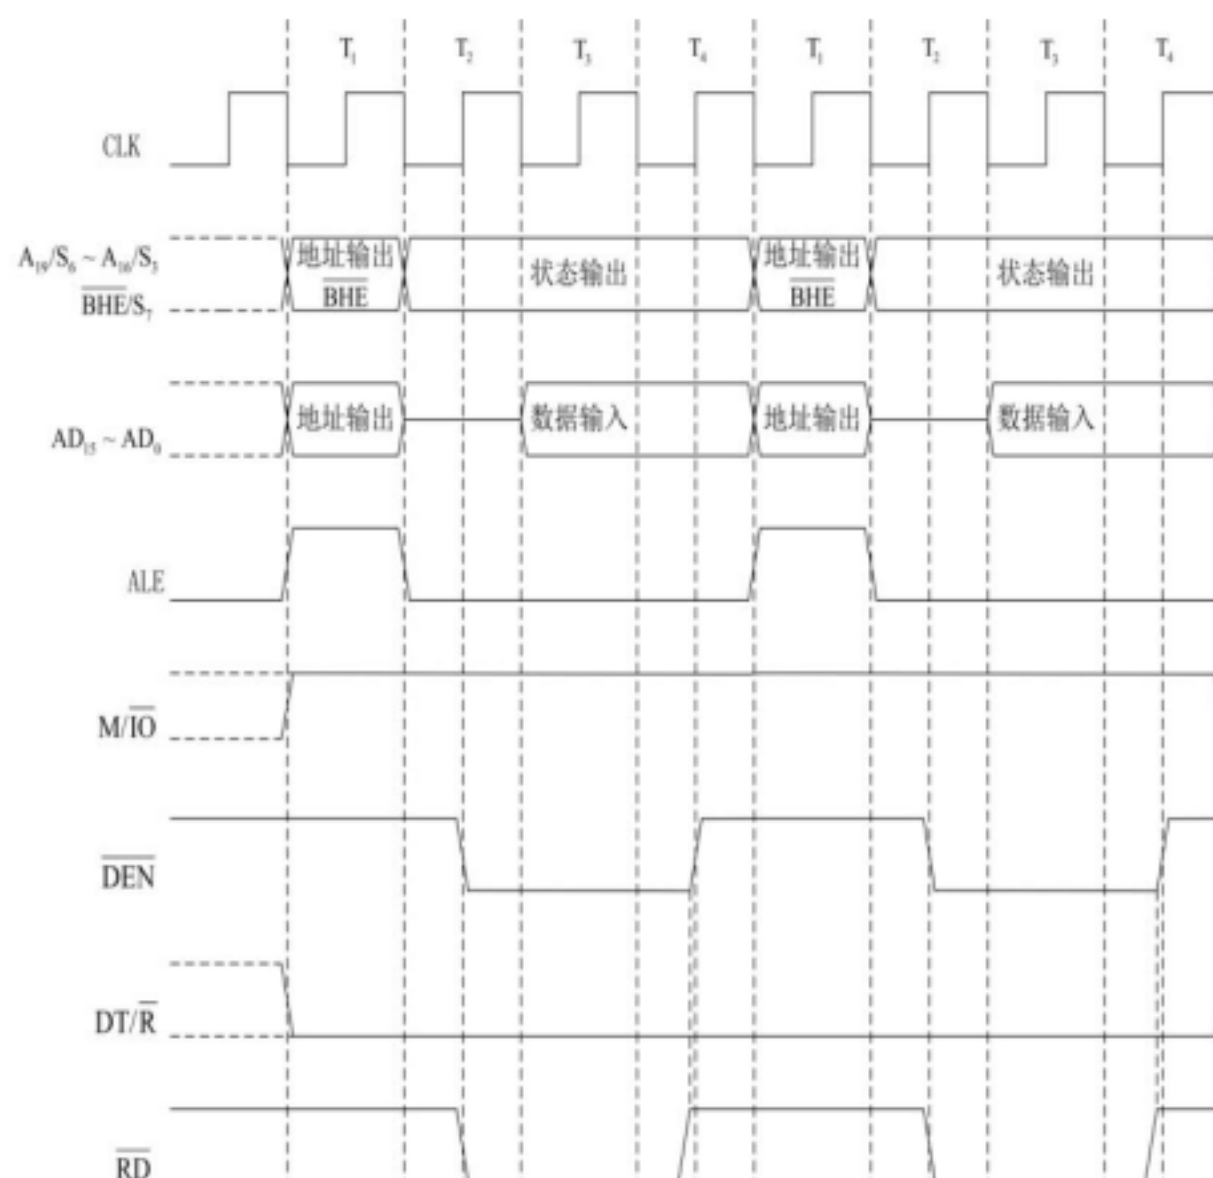

图 5.4 执行 MOV DATA+1, AX 指令的时序参考图
答：(1) 因为 DATA 为偶地址，则 DATA+1 为奇地址。故要完成本条指令，需要两个总线周期。时序图如图 5.4 所示。